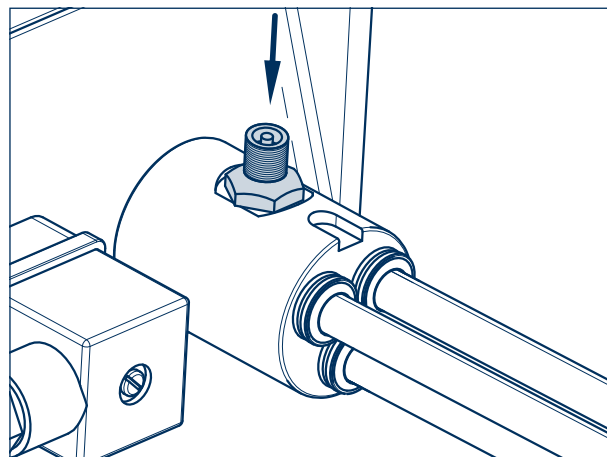

Bild 49
- [6] Avlasta trycket vid ventilen (bild 49).